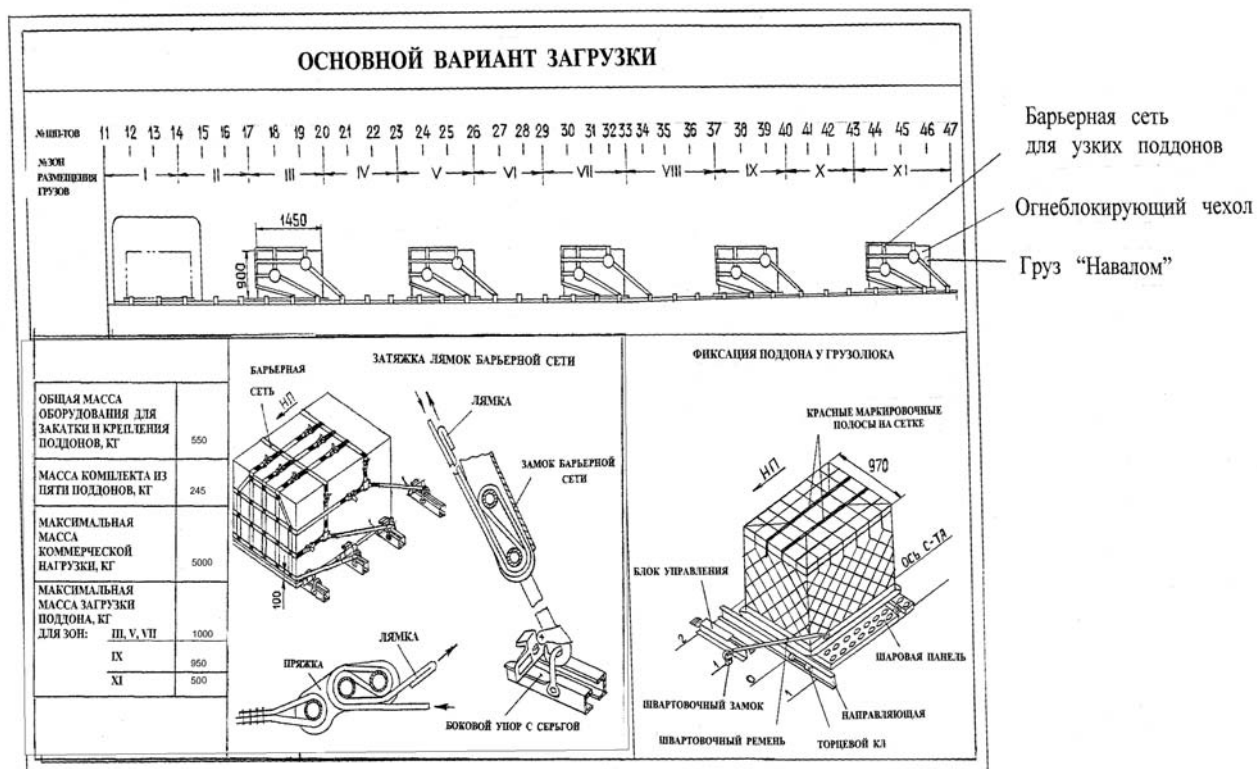

Рис. 1 Основной вариант загрузки самолета
Грузовое оборудование обеспечивает основной вариант загрузки самолета (*Рис. 1*).
В комплект грузового оборудования входят: пять комплектов узкого поддона с грузом «навал» и оборудование для закатки и крепления поддонов (*Рис. 1, 3*).
- правильность загрузки, надежность крепления грузов и поддонов в соответствии с вариантом загрузки (*Рис. 1*) и центровочным графиком;